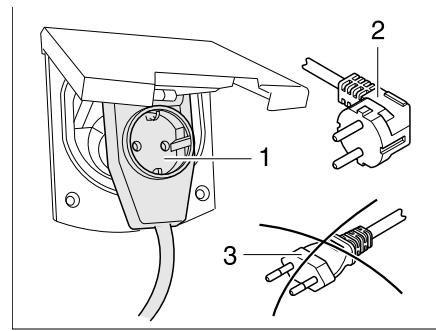

Bild 298 Anslutning till en vinkelkontakt med uttag
- ▶ Om en CEE 17 vinkelkoppling med uttag på baksidan (Bild 298,1) används, ska endast en gummierad och förseglad IP 44-kontakt med jordad kontakt (Bild 298,2) användas. Använd inte någon kontakt utan jordad kontakt (Bild 298,3). Risk för strömstöt!